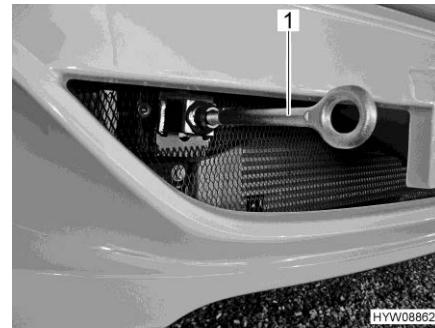

Fig. 35 Occhione di traino (installato)
- Montare l'occhione di traino (Fig. 35,1) come indicato nel manuale di funzionamento del veicolo di base.